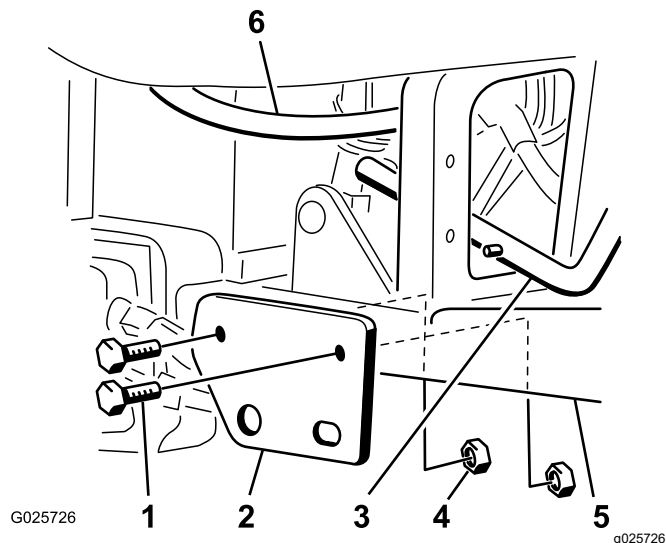

Figura 2
5. Montate la staffa di montaggio del gruppo maniglia di sollevamento arieggiatore sul tubo del poggiapiedi destro mediante 2 bulloni (1/2" x 3 1/4") e 2 dadi di bloccaggio sottili (1/2"), come illustrato in **Figura 2**.
Nota: Deve esserci uno spazio libero minimo di 3 mm tra il condotto idraulico e il gruppo maniglia di sollevamento. Posizionate con delicatezza il tubo idraulico, come richiesto (Figura 2).